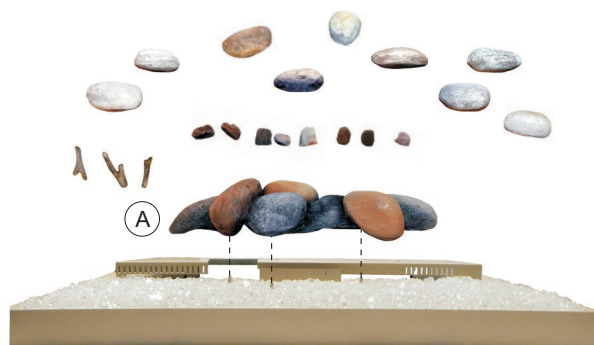
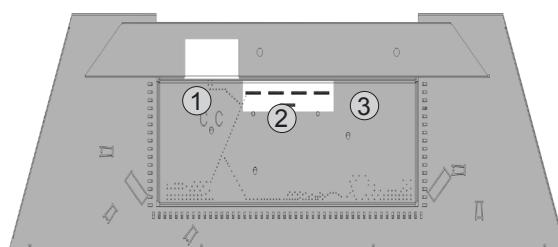

Figure 1
Figure 3
2. Placer une fine épaisseur de verre concassé (vendu séparément) sur la surface du brûleur et couvrir comme illustré à la **Figure 1**. Un sac suffira pour les modèles DVCC (32, 36) et un sac et demi sera requis pour le modèle DVCC 42. Le verre concassé peut être placé n'importe où sur le plancher, et sur le couvercle arrière, mais sauf dans ses ports rectangulaires et autour du pilote. **Voir Figure 3**.